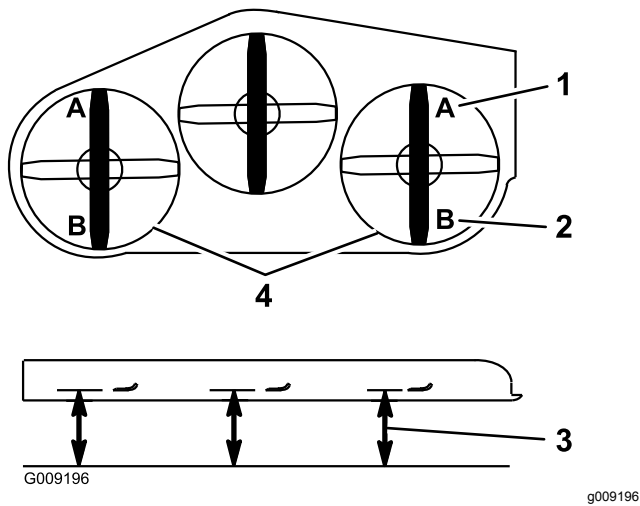

Figura 94
Nota: La distancia debe ser de 7.6 cm (3"), según se muestra en Figura 94.
- En ambos lados de la carcasa, mida desde la superficie nivelada hasta la punta trasera de la cuchilla (Posición B), según se muestra en Figura 94.